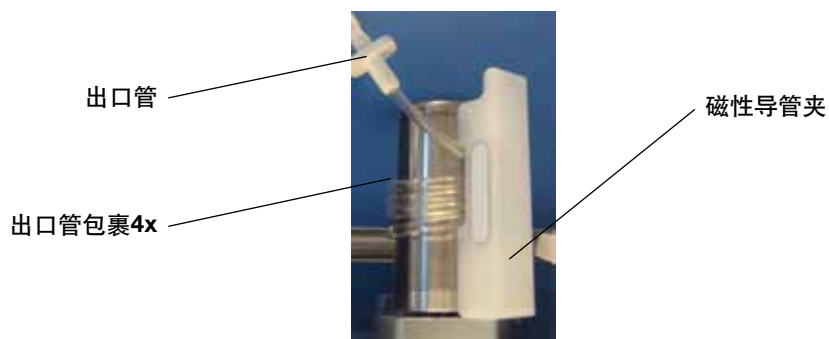

图10. 出口管绕次级磁体包裹4圈
2. 将主磁体出口管绕次级磁体包裹4圈(图10)。
使用滚轴磁夹调节主袋的流速，或者在系统中加入蠕动泵。导管C的最短长度为50 cm，这段导管需要按上文所述包裹次级磁体(图10，第8页)。
8. 从底座上拆下次级磁体。用出口管包裹磁体柱 (参见图10, 第8页), 添加磁性试管夹以固定管路。重新将次级磁体连上底座。